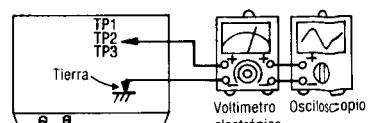

Fig. 7
- La conexión del equipo de prueba se muestra en la Fig. 7.